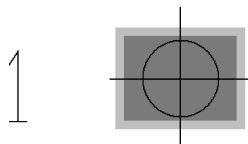

图 9-22 Pin1 引脚
4) 此时，鼠标在工作区上显示浮动的绿色焊盘图标，在命令窗口中输入“x 00”，按〈Enter〉键，在坐标（0，0）处放置 Pin1，如图 9-22 所示。在鼠标上继续显示浮动的焊盘图标，可在命令行中输入坐标放置继续放置焊盘，放置完成后单击右键，在弹出的菜单中选择“Done（完成）”命令，结束 Pin1 的添加。